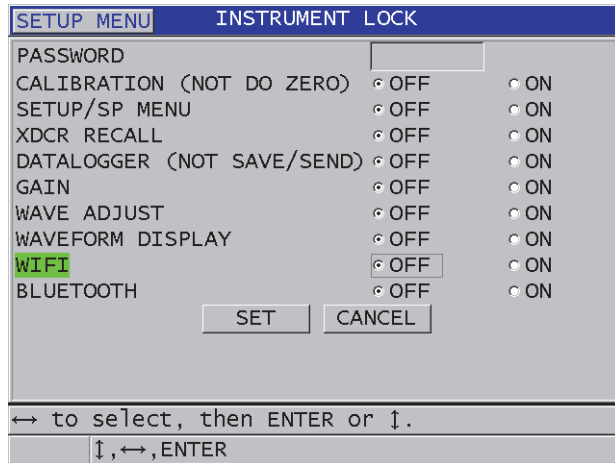

Figura 8-9 La schermata INSTRUMENT LOCK
3. Nella schermata **INSTRUMENT LOCK** (vedi Figura 8-9 a pagina 151):